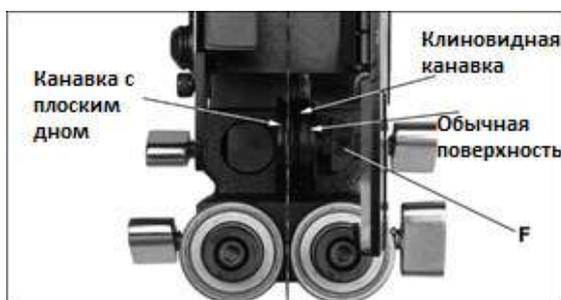

Рис. 30: регулировка упорного подшипника
Упорный подшипник препятствует обратному отклонению пильного полотна в процессе распила. Упорный подшипник имеет три различные канавки для обеспечения ровного хода пильного полотна (См. Рис. 30).
- Ослабьте установочный винт (Рис. 30, F) и сдвиньте упорный подшипник вбок до нужного положения.
- Снова затяните установочный винт (Рис. 30, F).